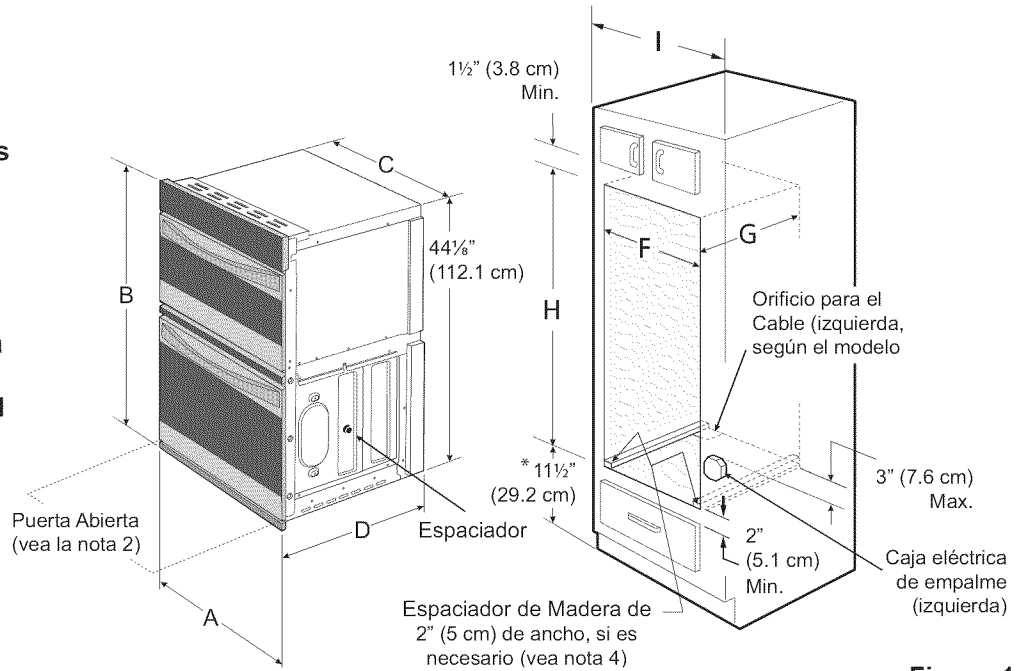

Figura 1
El primer paso para su instalación debe de ser el de medir las dimensiones de la apertura y compararlas con las que se indican en el cuadro de dimensiones del hueco de la Figura 1. Posiblemente encontrará que algún trabajo de carpintería será necesario.
Consulte la Figura 1 para conocer las dimensiones pertinentes al modelo de su horno y al espacio necesario en el que poner el horno. La superficie donde se va a apoyar el horno debe de ser de madera contrachapado sólida u otro material similar y, sobre todo, la superficie tiene que estar a nivel, de lado a lado, y de atrás hacia adelante. La construcción deberá soportar un peso de 275 Libras o de 124.73 kilogramos para el modelo de 27 pulgadas y un peso 350 libras o de 158.75 kilogramos para el modelo de 30 pulgadas.
2. Este electrodoméstico debe conectarse a la caja de fusibles (o de cortocircuito), por medio de un cable blindado flexible o un cable con forro no metálico. El cable blindado flexible que va desde el electrodoméstico debe de estar conectado directamente a la caja de empalme. La caja de empalme debe de estar localizada en el lugar que se indica en la Figura 1 o 2, dejando tanto exceso de cable como sea posible entre la caja y el electrodoméstico, de forma que así el electrodoméstico se pueda mover fácilmente, si fuera necesario para hacer una reparación.